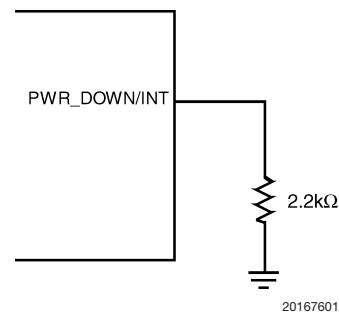
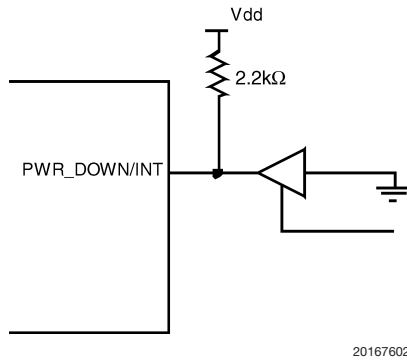
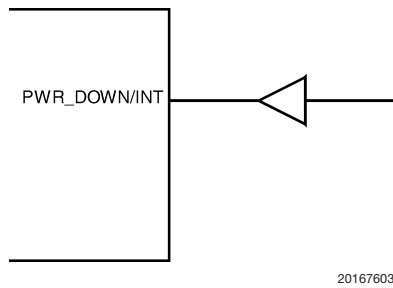

图1.通过下拉电阻初始化
图2.通过三态门驱动器初始化
图3.通过驱动器初始化
- 使用一个外部下拉电阻（见图1）。
- 或者直接驱动PWRDOWN/INT管脚到逻辑低电平（见图2或者图3）。
注意到使用一个外部电阻（见图1）或者使用一个逻辑驱动器（图3）可以防止PWR\_DOWN/INT管脚进行正常的中断操作。当使用这些连接之一进行中断设定时，管脚应该接下拉电阻或者被低电平驱动，从而引入一个有效的中断信号。使用一个三态门驱动器和一个上拉电阻（图2），才能维持其中断功能。然而，通过三状态驱动器使得器件置于省电模式期间，系统将会忽略来自器件的中断信号。